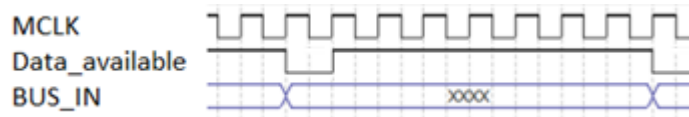

Figura 4. Control de transmisión de datos por BUS_IN
- b. Generar un pulso de Data_available a una frecuencia de $20\text{MHz}/512 = 39.0625\text{kHz}$, tal como se muestra en la Figura 4.